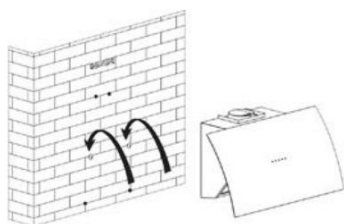

Рис. 3
3. Повесьте вытяжку на стену, См. Рис. 3.